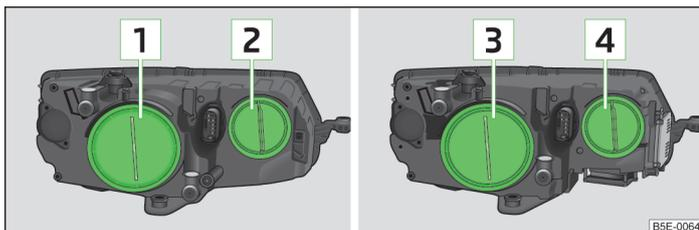

Abb. 220 Prinzipdarstellung: Scheinwerfer mit Halogen-Licht / mit Xenon-Licht
- Die Gummabdeckung **1** » Abb. 220 auf Seite 265 abnehmen.
- › Die Gummiabdeckung **[2]** » Abb. 220 auf Seite 265 abnehmen.
- › Die Gummiabdeckung **[4]** » Abb. 220 auf Seite 265 abnehmen.